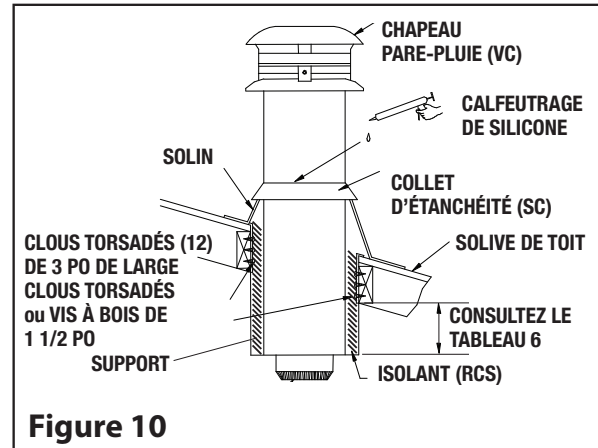

Figure 10
Étape 1 : Placez la cheminée dans un endroit pratique aussi proche que possible de la sortie de l'appareil. Découpez et encadrez un trou dans le toit pour le support. Les côtés de ce trou doivent être verticaux. (voir Figure 10)
Étape 3 : En utilisant un niveau, assurez-vous que le support soit vertical. Si le support s'étire-dessus du toit, découpez-le de façon à ce qu'il soit égal au sommet du toit. Clouez le support à l'ouverture encadrée à l'aide de (12) clous torsadés - 3 po ou de vis à bois no. 8 x 1 1/2 po (voir Figure 10).